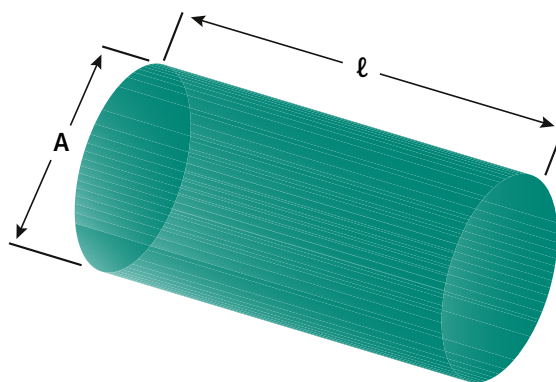

Figura 2.6: Medidas do condutor
Quando dizemos que um material, como o ouro, possui uma resistividade de $2,45 \cdot 10^{-8} \Omega \cdot m$, significa dizer que uma barra de ouro com 1 m de comprimento (ℓ) e $1 m^2$ de área de secção reta transversal (A) tem uma resistência de $2,45 \cdot 10^{-8} \Omega \cdot m$ (Figura 2.6).